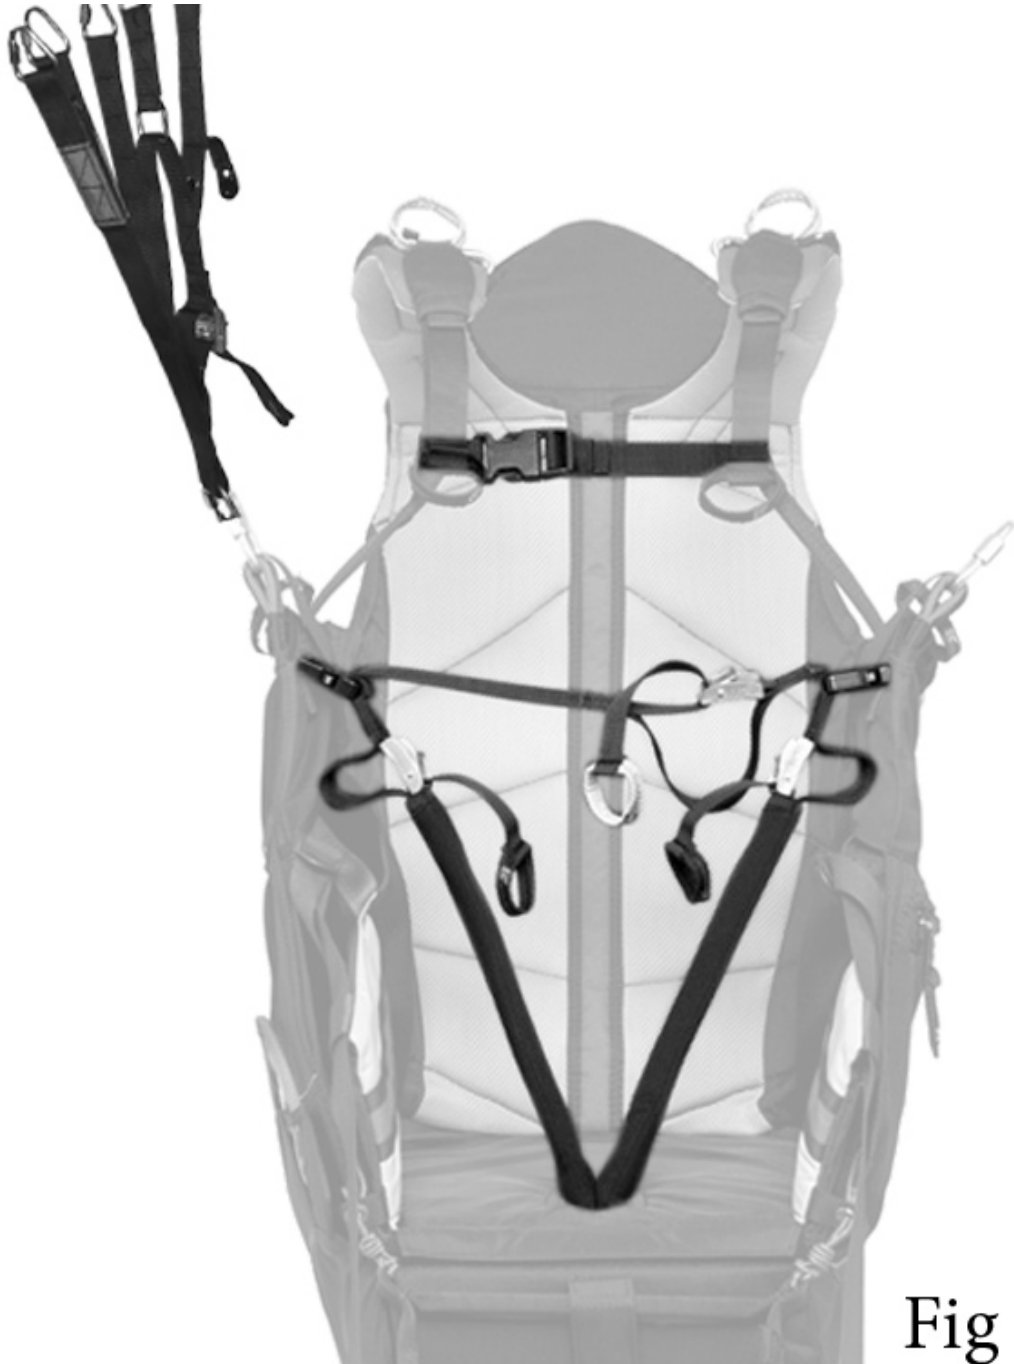

Fig 9
- Le maillon restant dans l'axe du vol, il faut attacher les élévateurs de la voile de manière à ce que l'élévateur A de la voile soit à l'extérieur ; ce qui permet d'avoir un trajet direct de l'accélérateur. (figure 9)